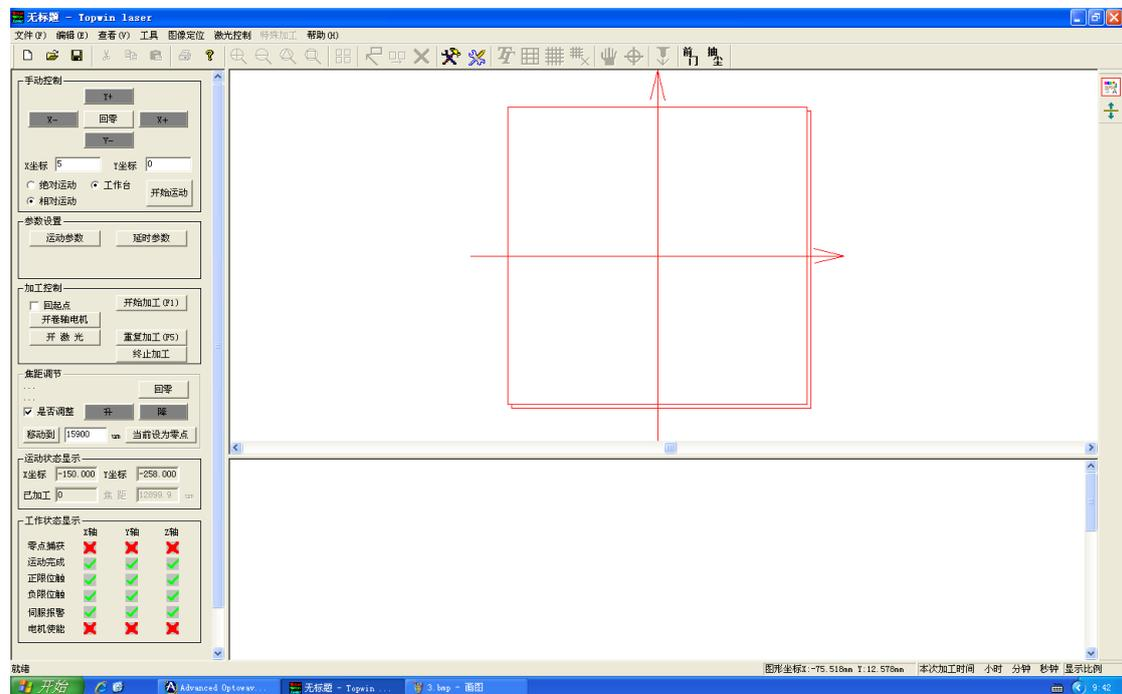

图 10-5
7. 如下图 10-5 所示，将切割的长度输入到手动控制界面的 X 坐标值内，选择“相对运动”，点击“开始运动”。